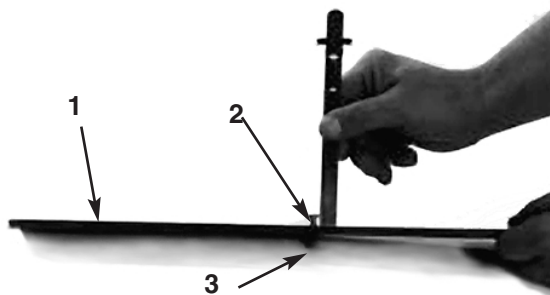

Fig. 7
3. Allentare il dado sulla barra di misura (Fig. 7) e posizionare la vite di regolazione all'altezza di taglio richiesta. L'altezza di taglio è la distanza fra la base della testa della vite ed il lato principale della barra.